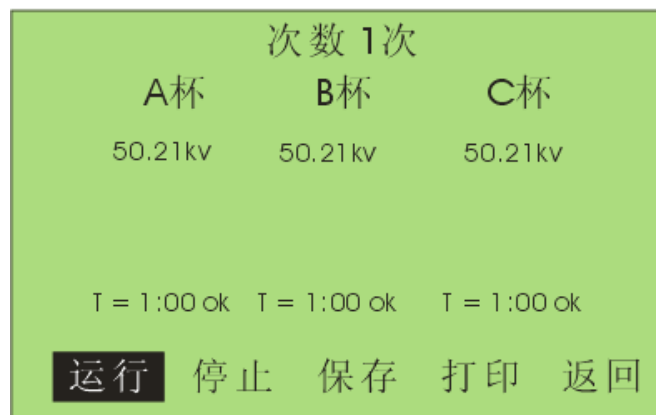

图 2.6 油耐压试验完成界面
3) 耐压试验完成后，仪器的显示画面如图 2.6 所示，显示的试验结果包括耐压值，耐压时间和试验结果（合格为 ok/不合格为 no）。